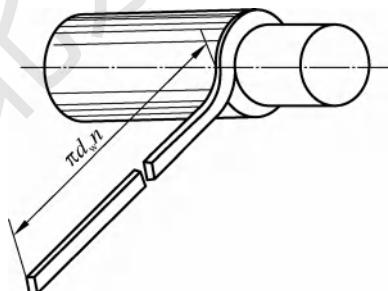

图 2-2-4 切削速度示意图
(3) 切削速度 (v_c) 主运动的线速度称为切削速度。如图 2-2-4 所示。公式为：